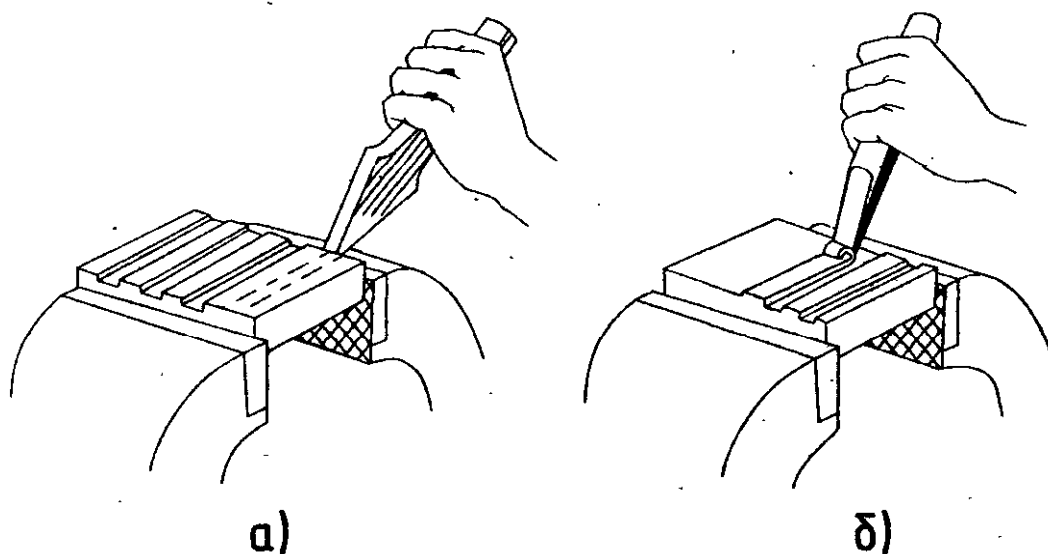

Рис. 14. Рубка широкого металла в тисках:
**Рубка, правка, гибка.** Рубка — слесарная операция холодной обработки металла резанием с помощью ударных (молоток) и режущих (зубило, крейцмейсель) инструментов (рис. 14). Рубку выполняют в тисках или на плите. Хрупкие металлы рубят от края к середине заготовки во избежание откалывания от края. При рубке вязких металлов, таких как медь, латунь, режущую кромку зубила периодически смазывают мыльной эмульсией или моторным маслом. Для быстрого и качественного выполнения операций рубки пользуются только исправным и правильно зато-